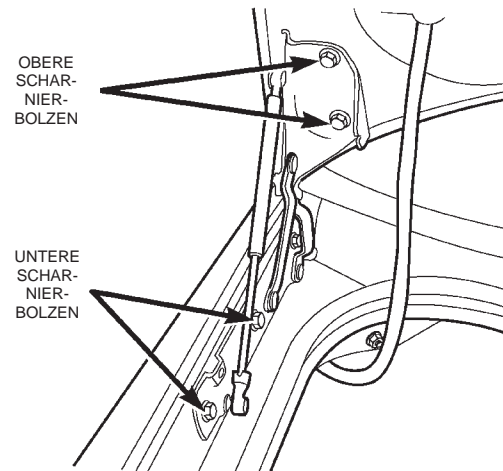

Abb. 19 Gasfeder/Kofferraumdeckel
- (1) Kofferraumdeckel öffnen.
- (2) Kofferraumdeckel mit einer geeigneten Aufstellstange oder einem Klotz abstützen.
- (3) Scharnierbolzen lösen (Abb. 19).
- (4) Scharnier vom Fahrzeug abbauen.